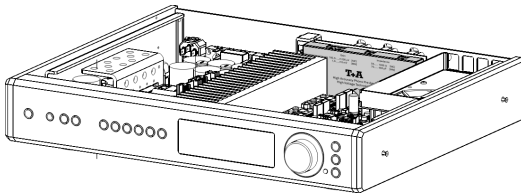

Abb. 3 / Fig. 3
Um nachträglich Einstellungen am Phonomodul vorzunehmen, ist es erforderlich, den Gehäusedeckel des **PA 2000 R / PA 2500 R / R 2500 R** zu entfernen. Abb. 3, 4 u. 7 zeigen die Position des eingebauten Moduls. Bitte beachten Sie hierzu folgende Punkte.
- Abbildung 3, 4 und 7 zeigen die Positionen des eingebauten Moduls.
To alter any settings of the Phono preamplifier module it is necessary to open the top cover of the **PA 2000 R / PA 2500 R / R 2500 R**. Fig. 3, 4 and 7 show the position where the phono module is located. Please adhere to the following points.
- Figure 3, 4 and 7 are showing the module in position.